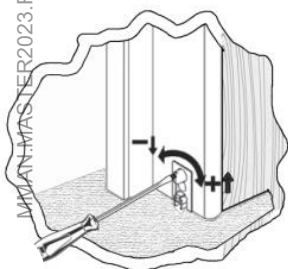

Fig. d4
- Svitare il perno in senso antiorario per far abbassare e avvitare in senso orario per far alzare il para-aria dal pavimento, come illustrato in fig. d4, in modo che il para-aria scenda solo a porta quasi completamente chiusa per evitare eccessiva usura della gomma.
- Unscrew the bolt anti-clockwise to lower and turn it clockwise to raise the weatherstrip from the floor, as shown in fig. d4, so that it lowers only when the door is almost completely closed. This will avoid excess wear of the seal.
- Dévisser le pivot dans le sens contraire des aiguilles d'une montre pour faire baisser la plinthe et visser dans le sens des aiguilles d'une montre pour soulever la plinthe par rapport au sol, comme l'illustre la fig. d4, de façon à ce que la plinthe ne descende que si la porte est presque complètement fermée, pour éviter une usure excessive du joint.